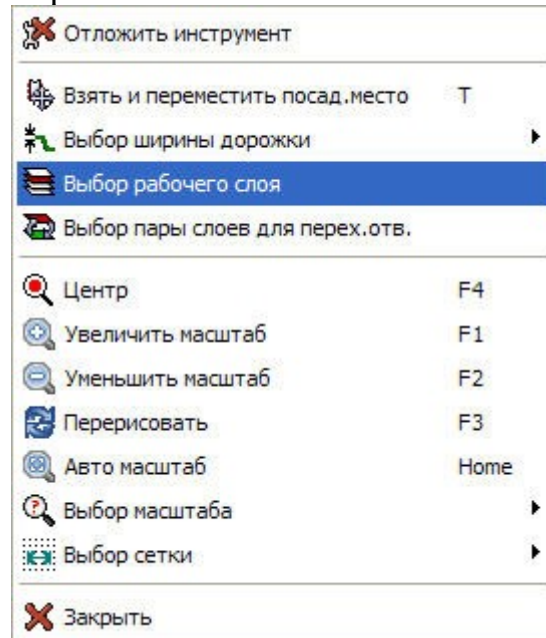

Рисунок 20 Выбор рабочего слоя при ручной разводке
**Выбор рабочего слоя**, что выбирает электрический слой для новых дорожек (Рисунок 20).
- Если активирован инструмент **Добавить дорожки и переходные отверстия**, правый клик и затем **Выбрать пару слоев для переходных отверстий** (Рисунок 20) выдаст диалог, подобный диалогу глобальной автотрассировки слоя, т.о. вы можете выбрать верхний и нижний слои для новых переходных отверстий.